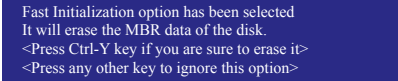

图6
5. 设定完成之后，按下 <Ctrl>+<Y> 键保存设定值后将出现如图6所示的画面。